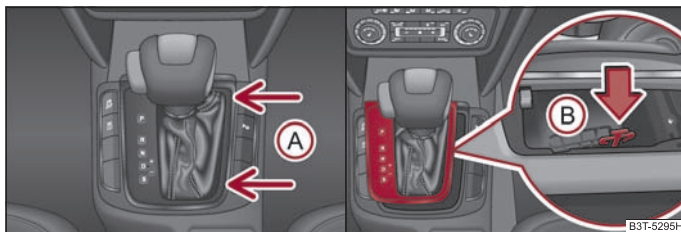

Fig. 140 Deblocarea de urgență a selectorului de viteze
- Apucați capacul manetei selectorului în locurile indicate de săgeată **(A)** ⇒ fig. 140 și trageți cu atenție în sus.